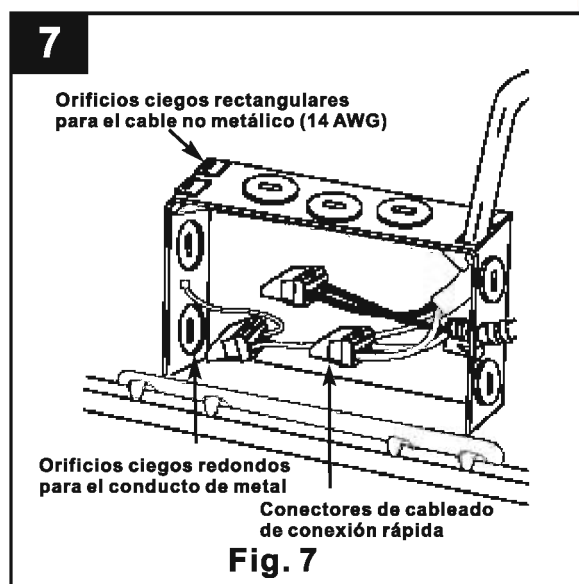

Fig. 7
6. Desconecte la alimentación en la caja de interruptores de circuito o en la caja de fusibles (Fig. 7).
Proporcione un servicio eléctrico que cumpla con el "National Electrical Code" (Código nacional de electricidad) o su código eléctrico local desde una caja de unión adecuada hacia la caja del cableado (ubicada en la estructura de yeso). El aislamiento del conductor de suministro debe estar clasificado para al menos 90 °C (Fig. 7).
Retire la cubierta de la caja del cableado (Fig. 7).
Nota: La caja del cableado acepta conductos metálicos o cables no metálicos, pero debe usar conductos metálicos si su código eléctrico local lo exige (Fig. 7).
Conducto de metal: Retire los orificios ciegos redondos adecuados y conecte el conducto a la caja del cableado con los conectores correctos (se venden por separado) (Fig. 7)
Cable no metálico: Retire los orificios ciegos rectangulares adecuados de la parte superior de la caja del cableado e introduzca el cable, empújelo hasta que pase el candado de cable en la caja del cableado. El cable se mantendrá en su lugar gracias al candado, no se necesita ningún otro conector (Fig. 7).
Conecte los conductores de suministro empujándolos firmemente en los conectores "embutidos". Conecte blanco con blanco, negro con negro y el conductor verde o de cobre desnudo (del servicio eléctrico) con el conector de cobre desnudo (en la caja del cableado). Asegúrese de que no quede expuesto ningún conductor desnudo de corriente (Fig. 7).
Nota: El conector de puesta a tierra de la caja de unión de servicio debe fijarse a un tornillo de puesta a tierra (Fig. 7).
Vuelva a colocar los conductores y las conexiones en la caja del cableado y vuelva a colocar la cubierta (Fig. 7).